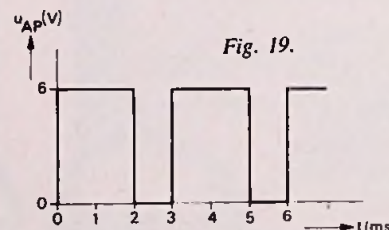

Fig. 19.
4. De diode in fig. 18 mag men als een ideale gelijkrichter beschouwen. De condensator is aanvankelijk ongeladen. De ingangsspanning  $u_{AP}$  wordt gegeven in fig. 19.